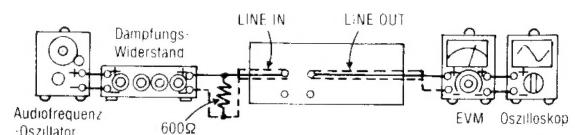

Abb. 6
- Der Testaufbau ist in Abb. 6 gezeigt.
- Falls sie nicht dem Standard-Wert entspricht, ist der Drehwiderstand 3 (linker Kanal) (Drehwiderstand 4 (rechter Kanal)) zu justieren, und dann sind die Schritte (2), (3) und (4) zu wiederholen, bis die Ausgangsleistung dem Standard-Wert entspricht.